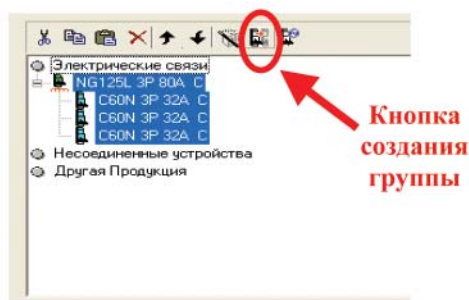

Рис. 53
- б) выделить все аппараты, которые должны быть включены в группу, и нажать кнопку создания группы (рис. 53).